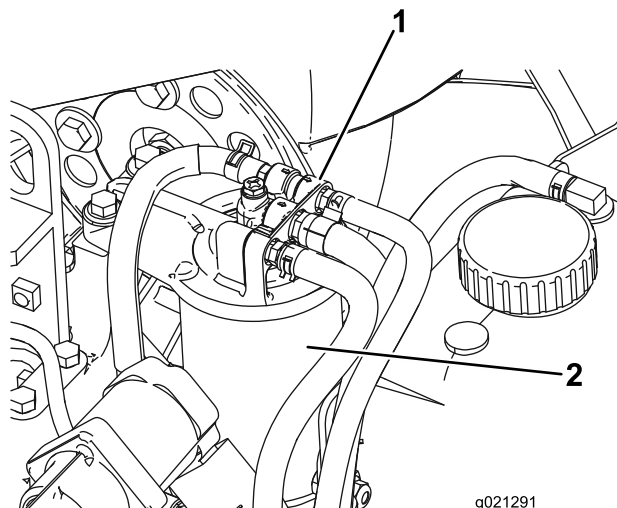

Bild 85
1. Reinigen Sie den Bereich um den Kraftstofffilterkopf (Bild 85).
2. Entfernen Sie den Filter und reinigen die Kontaktfläche (Bild 85).